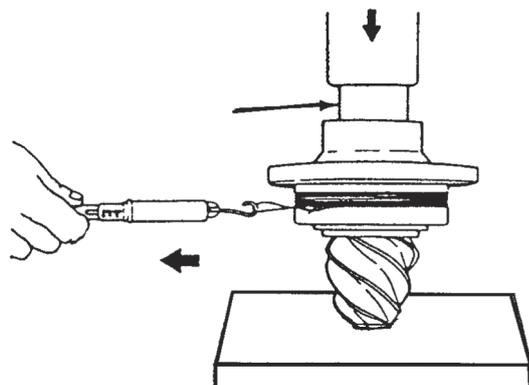

Figura 49
C - Enrole um cordão em volta do diâmetro piloto da caixa do pinhão com um dinamômetro (balança de boa qualidade), amarrado em sua extremidade (figura 49).
- F - Enrole um cordão em volta do diâmetro piloto da caixa do pinhão com um dinamômetro (balança de boa qualidade), amarrado em sua extremidade. (figura 49);